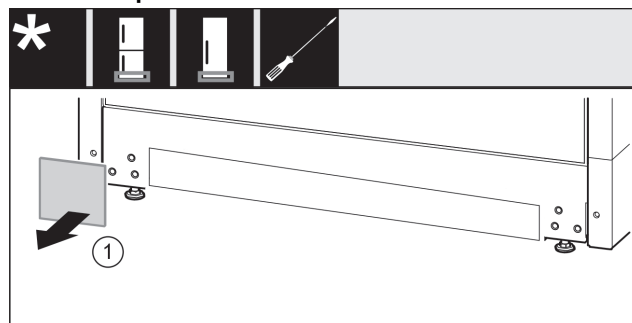

Fig. 17
- ▶ Detașați apărătoarea. Fig. 17 (1)